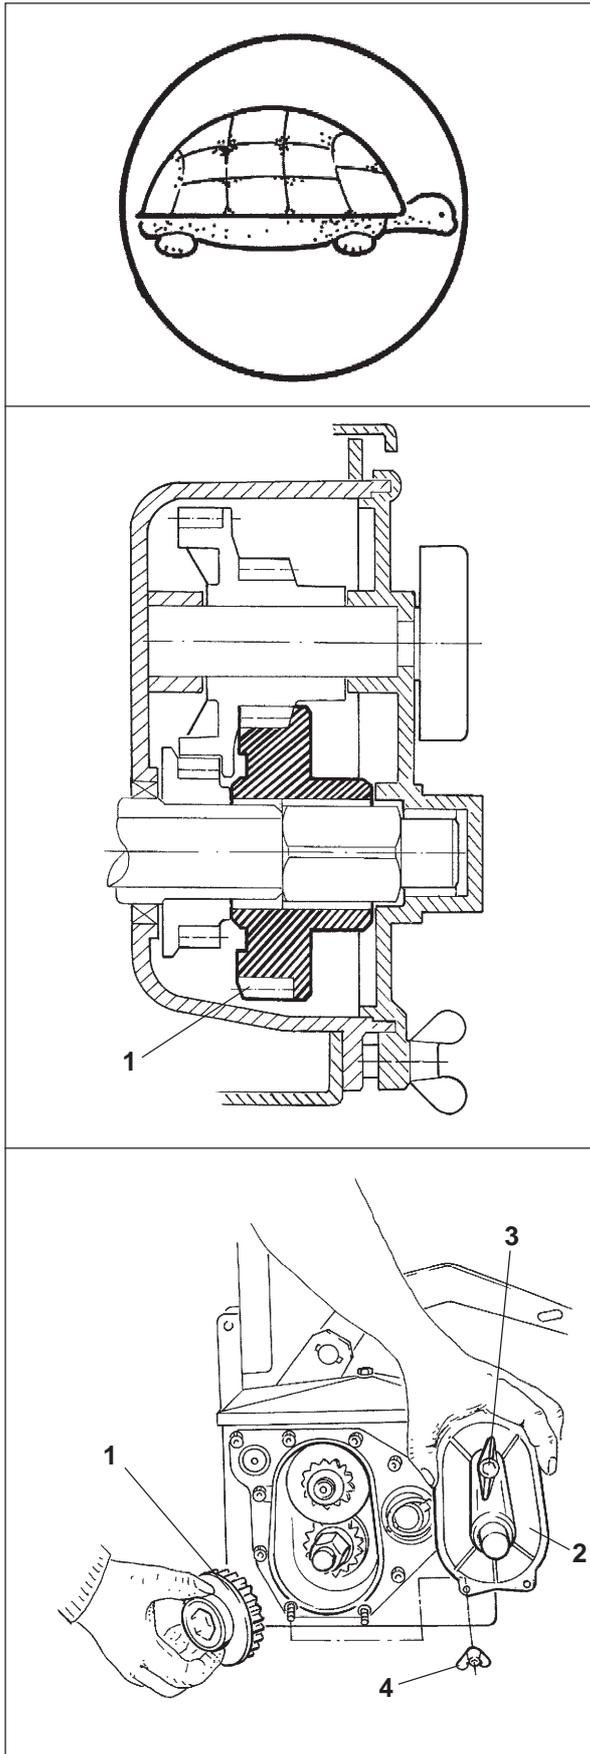

Fig. 21.13
(ver fig. 21.13)
- Abrir la tapa (fig. 21.13/2) después de aflojar el tornillo de mariposa (fig. 21.13/3) y las dos tuercas de mariposa (fig. 21.13/4).
- en la "marcha lenta", el engranaje (fig. 21.13/1) está conectado al segundo piñón.
- cerrar la tapa (fig. 21.13/2).